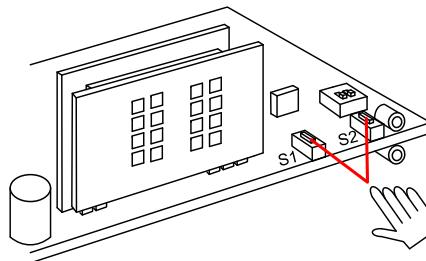

Abbildung 5
2. Drücken Sie kurz die Taste S1 oder S2 auf der Platine im Inneren des Radars (Abb. 5).